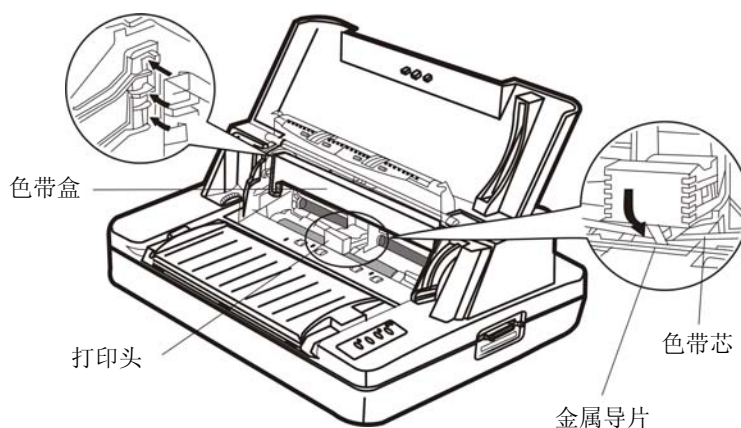

图 2-9 安装色带
6. 如图 2-9 所示，抓住色带盒的两边，使色带盒两边的卡扣对准打印机两侧的安装槽，稍用力向前推进，直到完全卡到位。